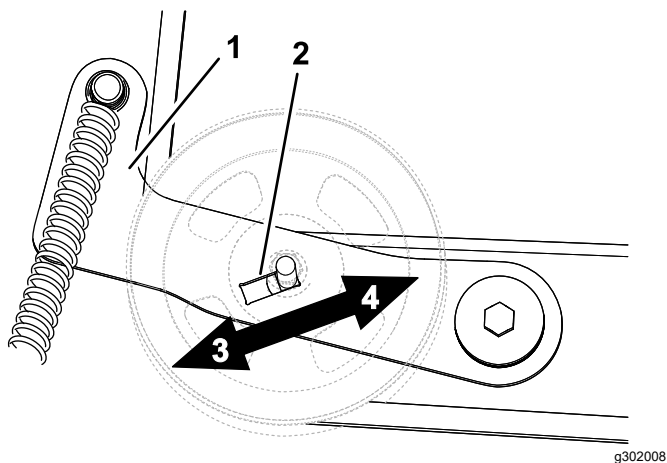

Figura 55
5. Regolate la puleggia nella fessura come opportuno (Figura 55).